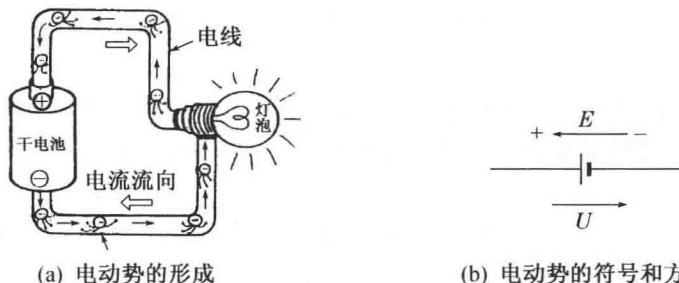

图 1.1.8
为了更好地了解电动势的含义,从电的本质角度来分析手电筒小灯泡发光的原理。干电池正极聚集了正电荷,负极聚集了负电荷,铜电线中带负电的自由电子被干电池正极吸引,阴极排斥,形成了有规则的电子流动即电流,使小灯泡发光。正如水要有水位差才能流动,电流是由于电池两端的电位差,即电压而形成的。并且干电池内部的化学能不断地将正电荷移到阳极来补充被自由电子中和的正电荷,并不断地在阴极聚集负电荷,从而维持了电池两端产生和维持电位差的能力,这就叫作电动势。如图 1.1.8(a)。
(1) 电池 (2) 太阳能电池 (3) 发电机 (4) 电子电源
4. 电动势的符号和方向表示[见图 1.1.8(b)]